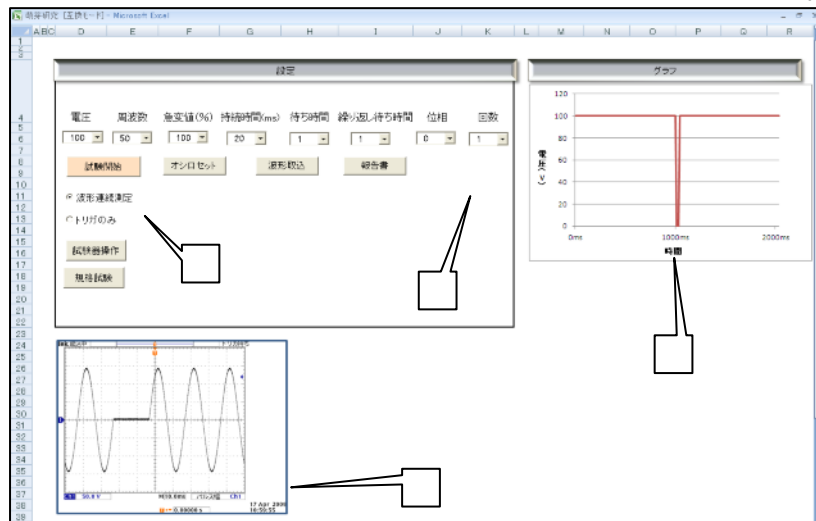

図 4. 操作画面
2.3 操作画面 プログラムの操作画面を図 4 に示す。試験ごとにシートを作成し、試験条件等をシート上から入力して試験を実行した。波形データもシート上に表示するようにした。